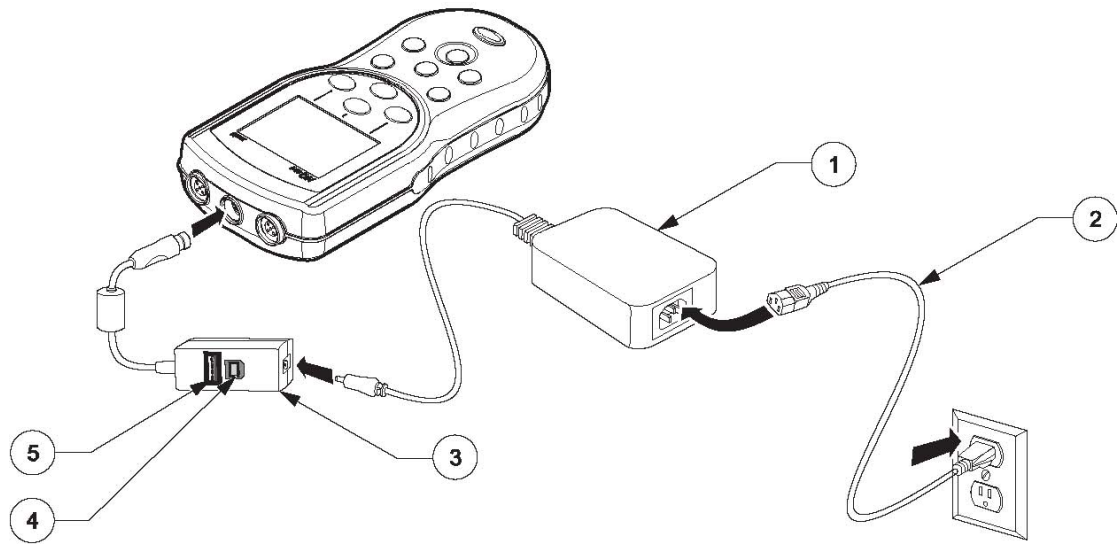

图 6 用于传输数据的 USB/DC 电源适配器的连接
所有的测定仪都可以使用交流电源供电，需要电源、适配器和电线。HQ40d 测定仪在发货时配有一个 AC-DC 供电装置、一个 USB/DC 电源适配器和一个电源线（见第 17 页的图 6）。USB/DC 电源适配器允许测定仪将数据传输到计算机或 USB 存储装置中（见第 16 页的第 3.5 章节部分的内容）。
使用 USB/DC 电源适配器可以将数据传输到计算机、打印机或 USB 存储装置中。关于 USB/DC 电源适配器的连接，请参阅图 6。
- 5、将仪器开机，并插入到 USB 装置中。（参考图 6）。